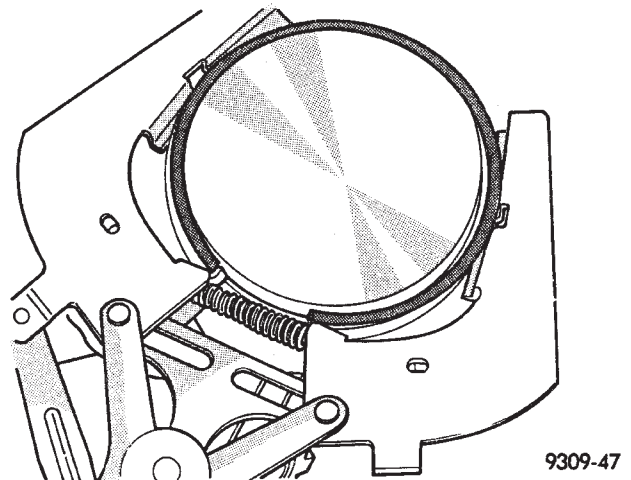

Abb. 11 Oberen und mittleren Ring einbauen
(8) Zuerst die obere und dann die untere Ölabstreifschneide montieren.
(9) Mittleren Kolbenring und anschließend den oberen Kolbenring montieren (Abb. 11).